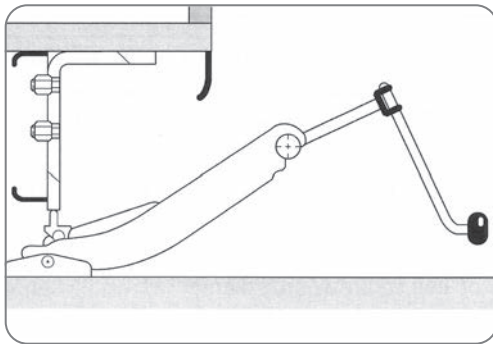

Abbildung 7.01
- Platzieren Sie den Wagenheber in der dafür vorgesehenen Stelle in der Nähe des zu wechselnden Rads (Abbildung 7.01). Falls keine Hebestelle am Shelter vorhanden ist, muss der Wagenheber unter dem Chassisträger am zu wechselnden Rad eingesetzt werden.